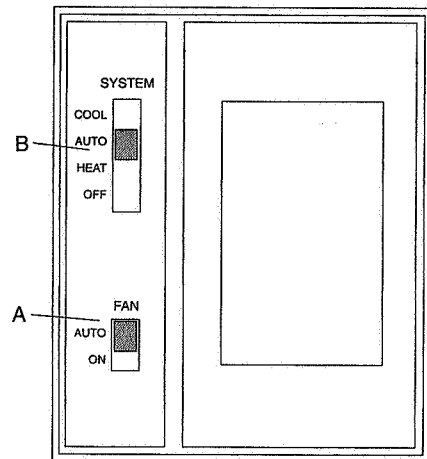

FIG. 3
After adjusting the hot and cold set points on the thermostat (Fig. 2), the operation cycle is chosen by means of selectors A and B on the sub-base (Fig. 3) according to the following table:
*Nadat eenmaal de waarden voor warm en koud van de thermostaat (afb. 2) ingesteld zijn, wordt de bedrijfscyclus gekozen door middel van de schakelaars A en B op de grondplaat (afb. 3) in overeenstemming met de volgende tabel:*
Nach vorgenommener Einstellung am Thermostat (Abb. 2) der vorgegebenen Kalt- und Warmwerte wird über die Wahlschalter A und B auf dem Unterbau (Abb. 3) in Übereinstimmung mit nachstehender Tafel der Betriebszyklus gewählt:
*Une fois que le réglage des points de consigne pour le froid et la chaleur a été fait dans le thermostat (Fig. 2), le cycle de fonctionnement est choisi au moyen des sélecteurs A et B du soubassement (fig.3), conformément à la table*